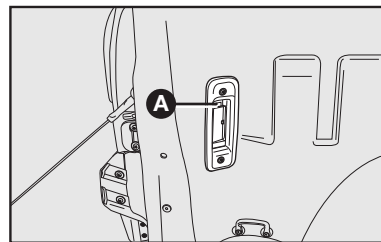

fig. 38
- 1) Atuar na trava **A-fig. 38**, forçando-a para baixo para retirar o conjunto porta-lâmpadas;